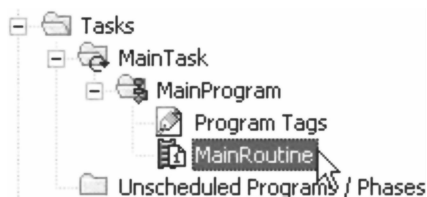

图 7-4 选中双击“MainRoutine”
3. 双击 MainRoutine，以调出梯形图编辑器，如图 7-4 所示。